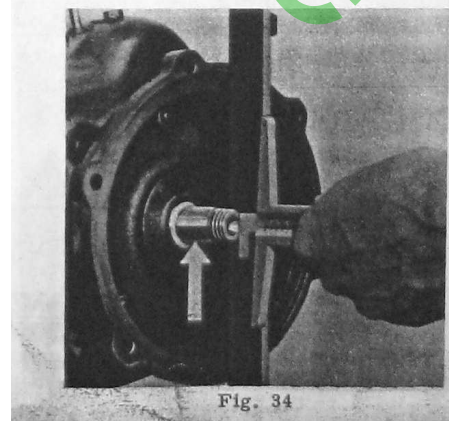

Fig. 34
3. Kurbelwelle mit einem Gummihammer nach vorn klopfen und mit einem Tiefenmaß auf die Kurbelwelle messen. (Fig. 34)
1. Position measuring gauge on crankshaft journal as shown in Fig. 34.
3. Tap crankshaft forward using a rubber hammer and measure crankshaft with a depth measure. (Fig. 34)